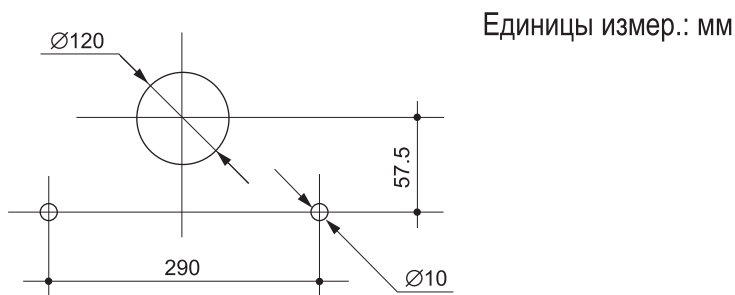

Рис. 7.2 Установочные отверстия
- Отметьте расположение на стене согласно рис. 7.2;